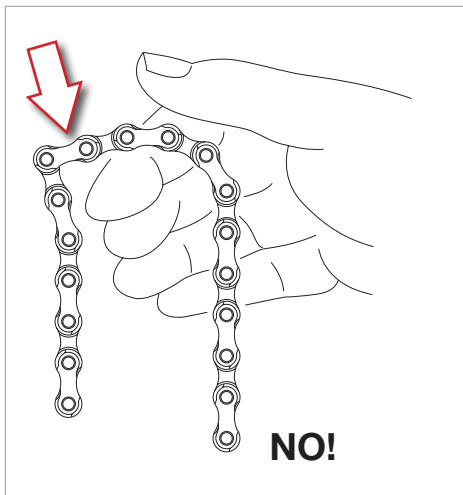

Fig.21
- Verifique que el cierre de la cadena no presente un "punto duro" o eslabones que no se deslicen libremente (Fig. 21).